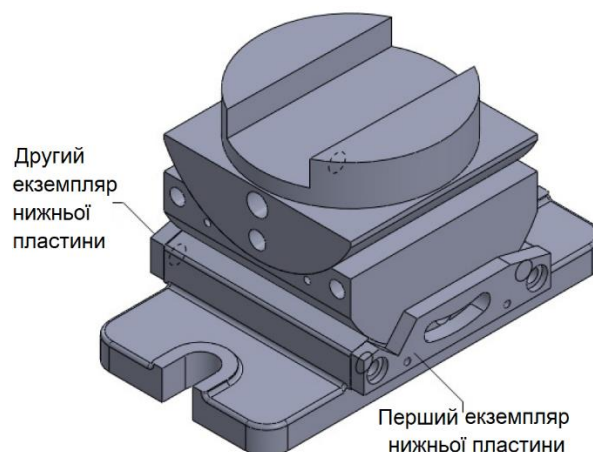

Рисунок 8.34 – Збірка після збирання другого екземпляра нижньої пластини
3. Аналогічно, вставте ще один екземпляр Lower Plate у середовище збірки та зберіть його (див. рис. 8.34).